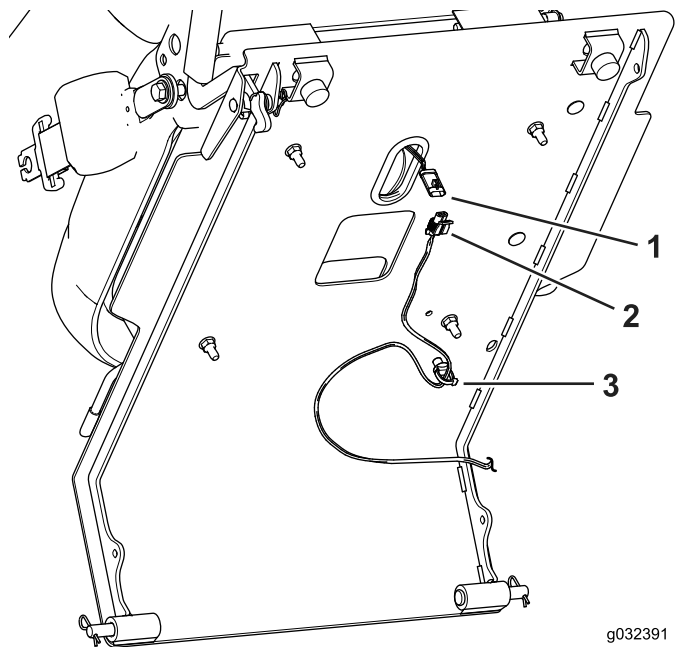

図 2
2. 運転デッキの底部についているワイヤハーネスからシートスイッチを外す 図 2。
3. 運転デッキの底部についているワイヤクリップを外す 図 2。